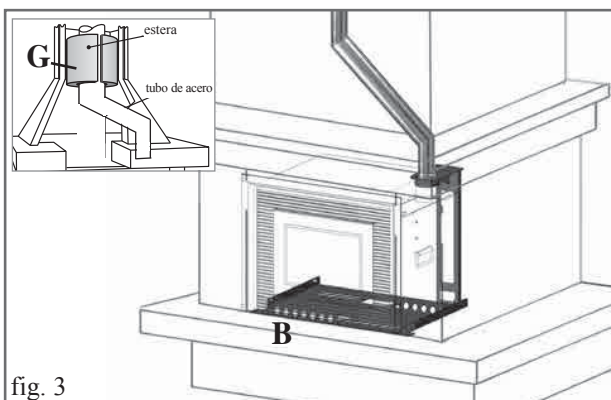

fig. 3
**Nota:** para un correcto montaje, colocar las paredes de modo que las flechas que se encuentran incisas sobre las mismas no sean visibles sobre el lado frontal, pero que se encuentren ambas en la parte posterior. Además, los pliegues de las paredes deberán girarse hacia el frente del soporte (fig. 3).